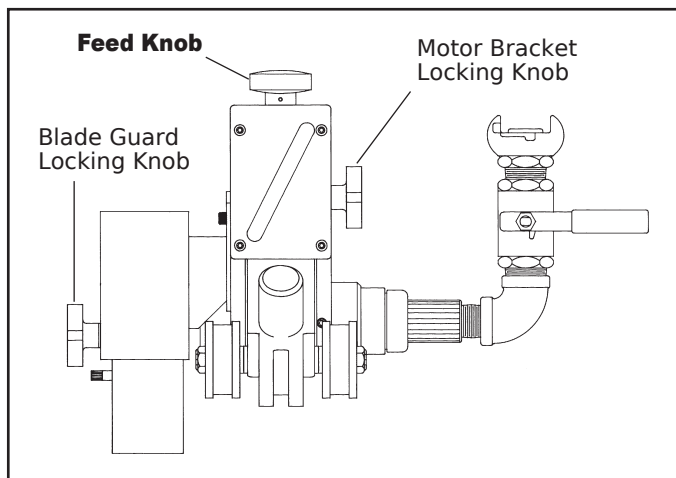

FIG. 4
1. Loosen motor bracket locking knob. (Fig. 4)
2. Переведите кронштейн двигателя в крайнее верхнее положение, вращая feed knob counterclockwise. (Fig. 4)
2. Вращайте рукоятку подачи по часовой стрелке (рис. 4). Опустите двигатель и диск близко к трубе, но без касания. Фиксирующая рукоятка кронштейна должна быть затянута, но позволять кронштейну скользить.
- 2.* Зная толщину разрезаемой трубы, вращайте рукоятку подачи по часовой стрелке (рис. 4), пока указатель не покажет нужную глубину. Оставьте не менее 1/4" вылета диска сверх глубины реза.
*Исключение — если применяется фасковый резец по пластику: тогда подача идёт до начала работы резца. С этого момента по указателю глубиномера определяют размер фаски. Полное врезание даёт фаску 15/16" (рис. 4).
3. Tighten motor bracket locking knob. (Fig. 4)
4. Tighten blade guard locking knob approximately 1/8" from pipe. (Fig. 4)